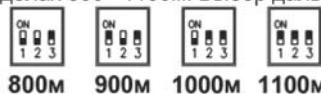
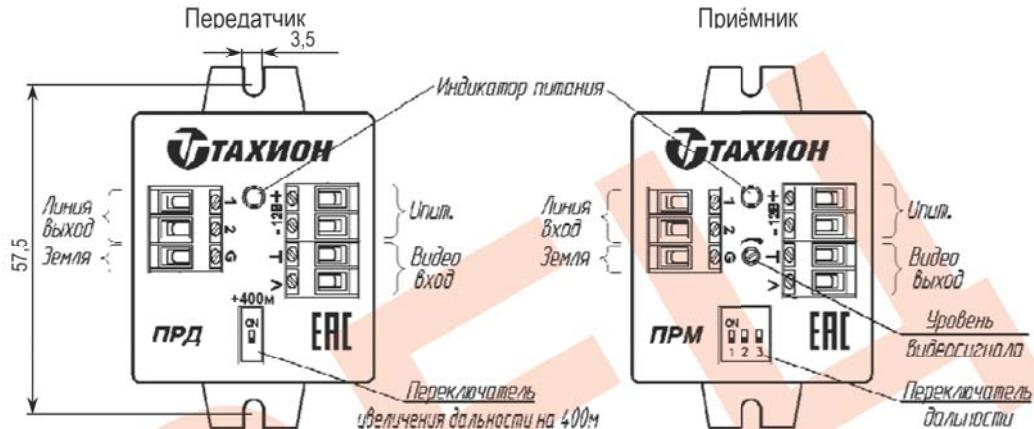
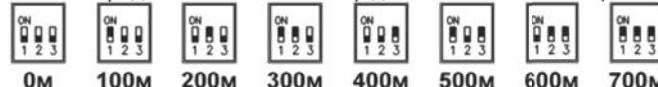

Рис.5 Выбор дальности переключателя дальности
Рис.1 Устройство АПВС-5М
Рис.4 Выбор дальности переключателя дальности
2. На приёмнике «Переключателем дальности» (см. рис.1) установите дальность, соответствующую длине линии в пределах 800 –1100м. Выбор дальности показан на рис.5.
2. На приёмнике «Переключателем дальности» (см. рис.1) установите дальность, соответствующую длине линии в пределах 0 – 700м. Выбор дальности показан на рис.4.